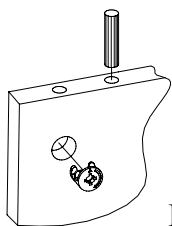

Рис.1
2. Вставить шканты в соответствующие торцевые отверстия детали 1 и деталей 1 от ИЗ-590 (Рис.1).